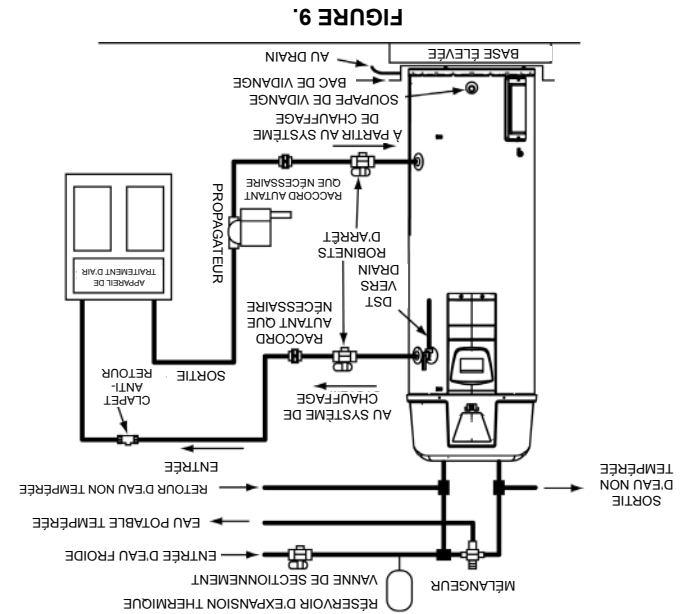

FIGURE 9.
Les Figure 9 et 10 montrent un attelage typique de conduite d'eau au chauffe-eau. Le chauffe-eau est équipé de connexions d'eau de 3/4 po NPT.
• Votre chauffe-eau est muni de connexions d'entrée/de sortie pour être utilisé dans des applications de chauffage de locaux (voir Figure 9). Si ce chauffe-eau doit être utilisé pour fournir aussi bien un chauffage des locaux qu'un chauffage de l'eau potable (pour boire), les instructions indiquées ci-dessous doivent être suivies :